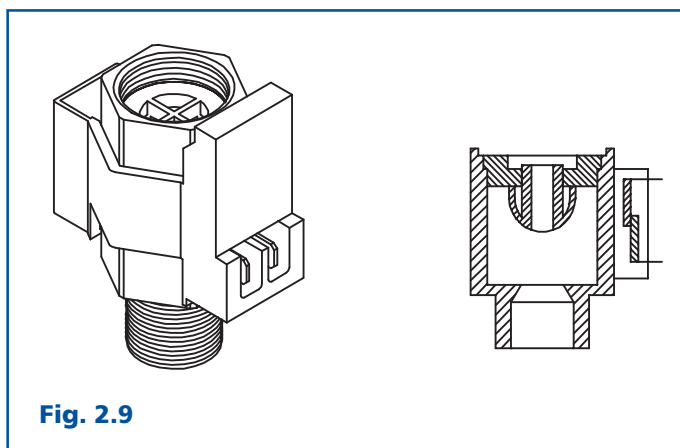

Fig. 2.9
**4) Flussostato (Fig. 2.9):** dispositivo in grado di rilevare la presenza del flusso dell'acqua tramite un galleggiante composto da un otturatore in teflon, con un settore calamitato sulla parte superiore. All'ingresso dell'acqua fredda vi è un filtro che salvaguarda il flussostato dal passaggio di impurità.